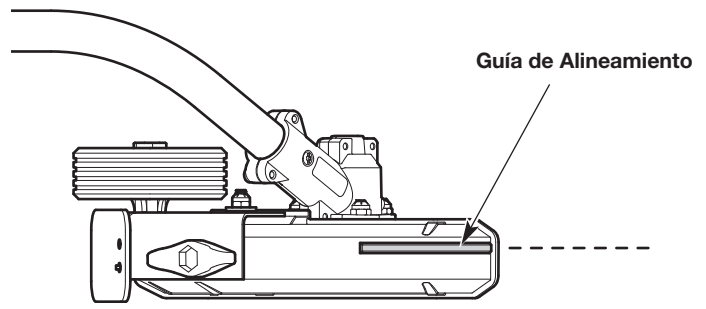

Fig. 12
- Usa la guía para ayudar a mantener un alineamiento adecuado (Fig. 12).